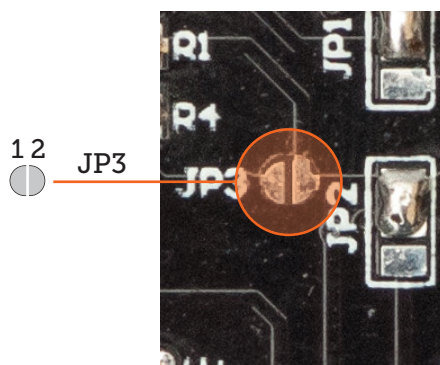

figura 7b
- Il ponticello JP3 serve solo in modalità analogica per attivare il terzo faro insieme alle luci bianche di marcia. Vedi figura 7b.